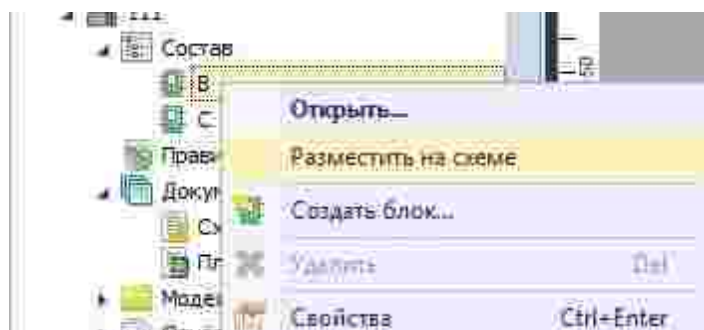

Рис. 267 Выбор блока в дереве проектов
1. Открыть узел «Состав» в дереве проектов, выбрать нужный блок и выбрать пункт «Разместить на схеме» в контекстном меню, см. Рис. 267.